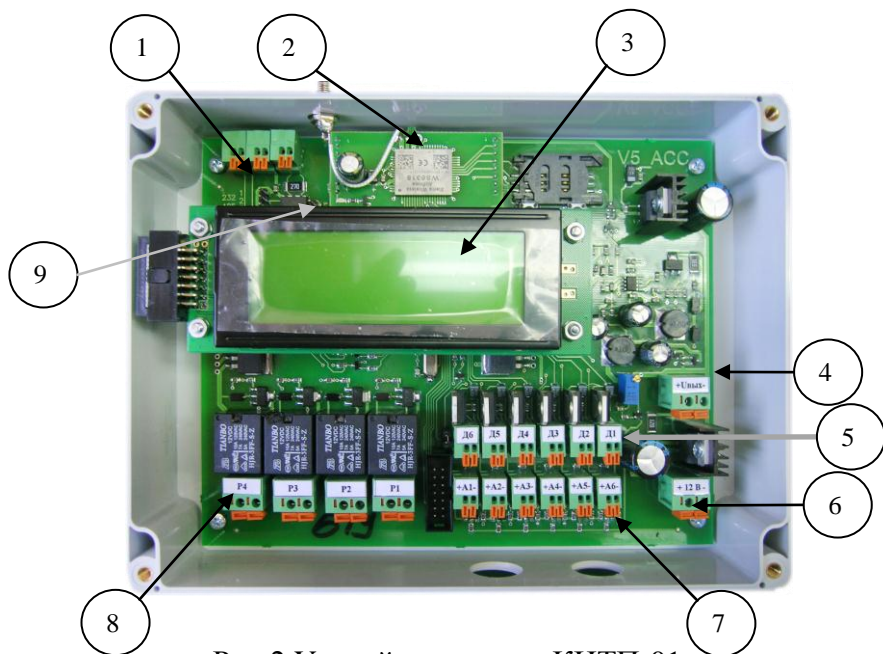

Рис.2 Устройство платы КИТП-01.
- Установите джампер master/slave (рис.2 п.9) для работы контроллера в каскаде в качестве ведомого или снимите для работы – в качестве ведущего.